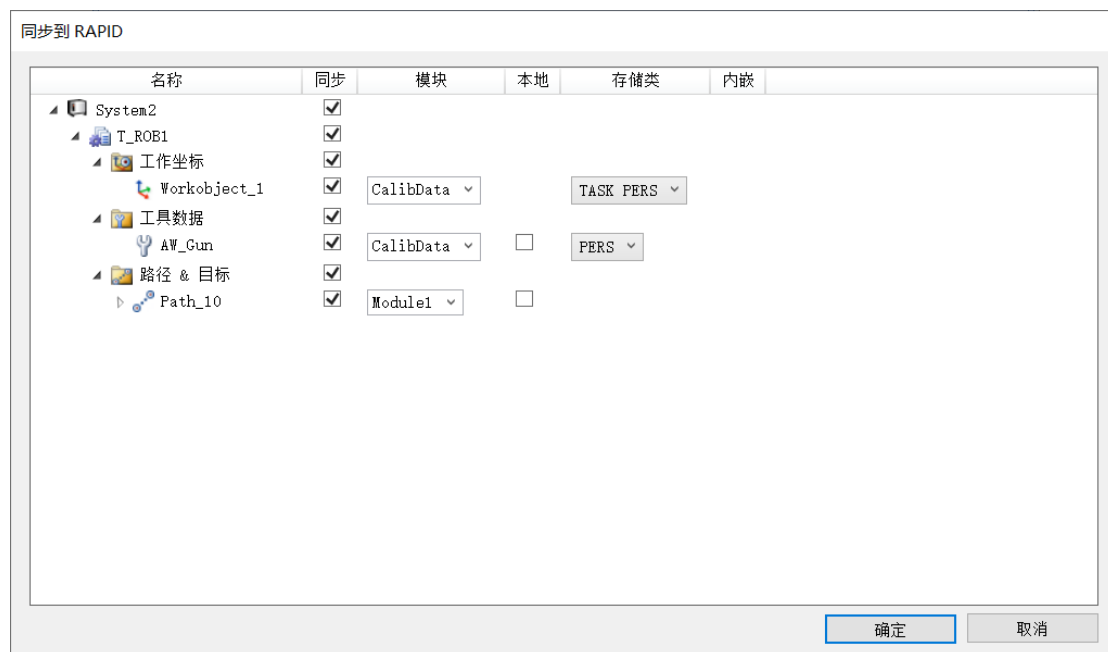

图 6-1 同步到 RAPID
(1) 在“基本”选项卡中单击“同步”，选择“同步到 RAPID”，此时出现“同步到 RAPID”界面如图 6-1 所示。选择所有单选框，全部同步到 RAPID 中，点击“确定”。